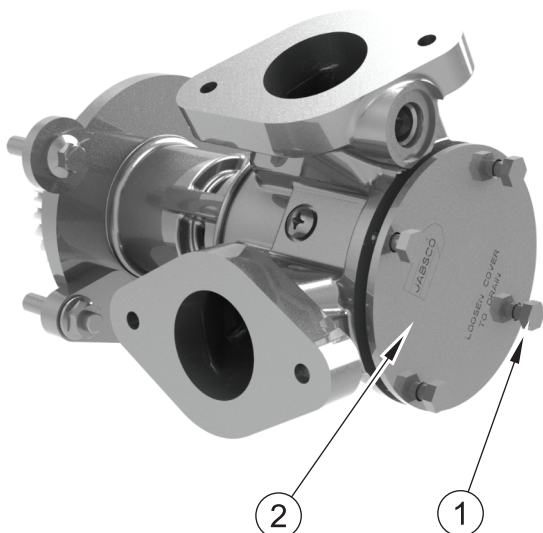

Figura 8
3. Retire la placa del extremo de la bomba auxiliar (figura 8, elemento 2) desatornillando los 4 pernos de sujeción (figura 8, elemento 1) y deje que el agua se drene en un recipiente adecuado.